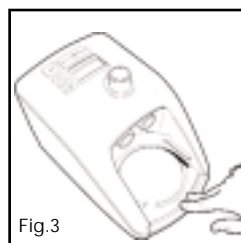
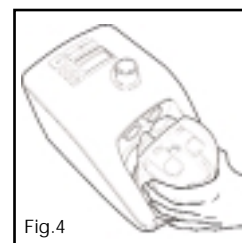

Fig.3
Fig.4
6. Pour attacher la chambre d'humidification à l'appareil, appuyer sur la protection et y glisser la chambre. (Fig.3) (Fig. 4).